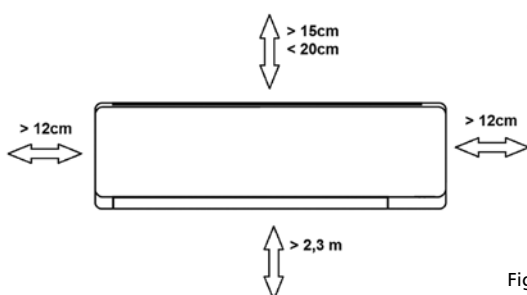

Figura 4
- Certifique-se de que há pelo menos 12 cm livres à esquerda e à direita da unidade. Consulte a figura 4.
- A unidade interior tem de ser instalada contra a parede a uma altura de pelo menos 2,3 metros acima do chão. Consulte a figura 4.
- A unidade interior tem de ser instalada com uma distância mínima de 15 cm entre a unidade e o teto. Consulte a figura 4.